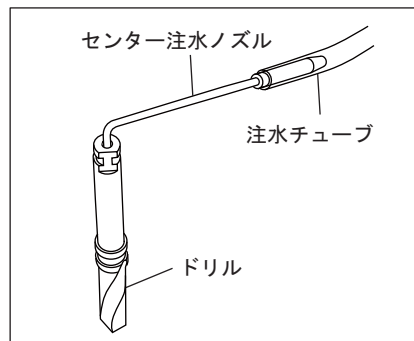

図 12
- 3) ご使用になるドリルの後部よりセンター注水ノズルを差し込みます。(図12)